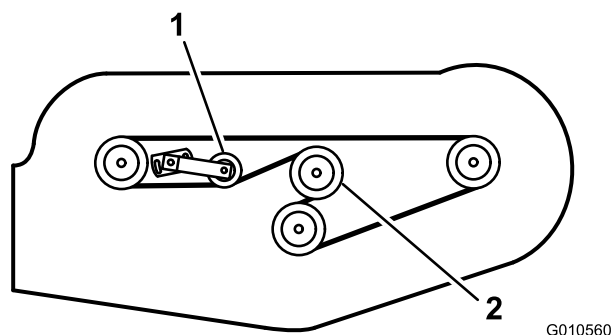

Figure 29
6. Acheminez la nouvelle courroie autour de la poulie de la boîte d'engrenages, des poulies d'axe, de la poulie de tension fixe et de la poulie de tension réglable (Figure 29).